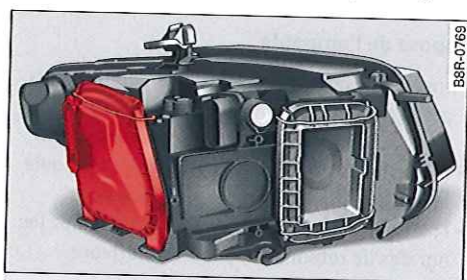

Fig. 254 Phare principal : couvercle repéré
- Retirez le couvercle en déverrouillant l'agrafe de retenue ⇒ fig. 254 ⇒ ⚠ au chapitre Généralités à la page 240.